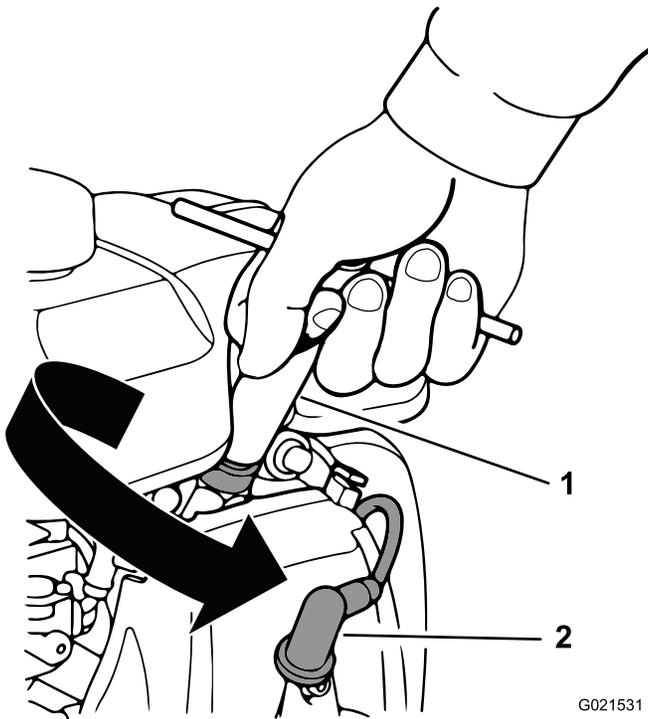

Figura 26
5. Gire la bujía en sentido antihorario usando una llave para bujías de 16 mm (5/8 pulgada) para desmontar la bujía y la junta (Figura 26).
2. Gire la bujía en sentido horario usando una llave para bujías de 16 mm (5/8 pulgada) hasta que la bujía y la junta estén asentadas (Figura 26).
4. Conecte el cable de la bujía a presión en el terminal de la bujía (Figura 26).